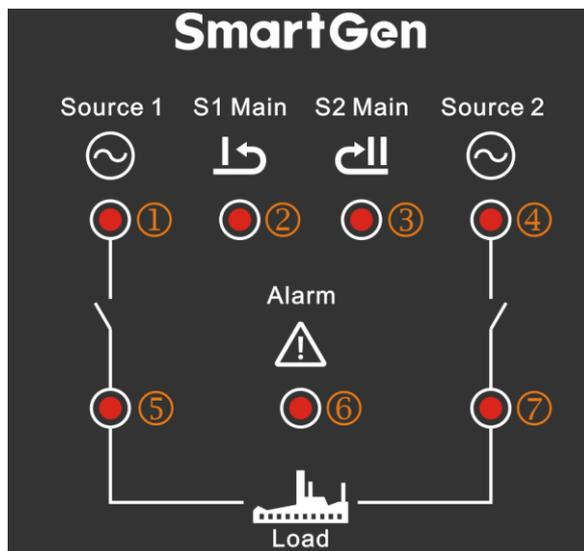

图3 参数配置
在手动模式下，长按  键8秒，可进入参数配置模式，此时手动/自动指示灯  和发电机状态指示灯  闪烁，①、②、③、④号LED灯亮，LED序号如图3所示。